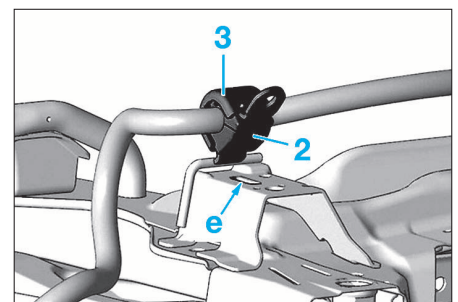

FIG. 20
- Maintenir le palier (2) pour éviter sa rotation, puis reposer la bride (3).
- Aligner le palier sur le berceau en "e", afin d'obtenir un calage correct (Fig.20).